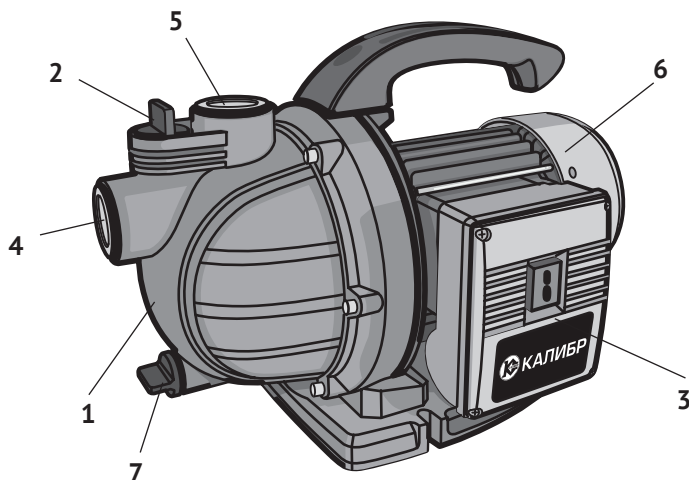

рис. 1
Насос – гидравлическая машина, преобразующая механическую энергию приводного двигателя в энергию жидкости, обеспечивающую её движение. Привод насоса осуществляется однофазным асинхронным двигателем переменного тока (рис.1 поз.6). На якорь двигателя крепится латунное рабочее колесо (крыльчатка) насоса, расположенное в пластиковом корпусе (рис.1 поз.1). На корпусе насоса указано направление вращения рабочего колеса. Входное (всасывающее рис.1 поз.4) и выходное (нагнетающее рис.1 поз.5) отверстия имеют внутреннюю резьбу G1 дюйм.
1.6 Общий вид насоса представлен на рис.1
- после электрического подсоединения, блок управления (рис.1 поз.3) должен быть плотно закрыт, чтобы избежать попадания в него влаги;
- выкрутить пробку заливного отверстия (рис.1 поз.2);